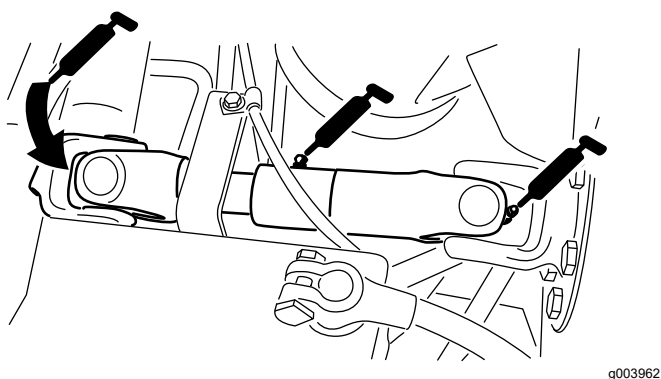

Рисунок 68
- Универсальный шарнир приводного вала насоса (3 шт.) (Рисунок 68)